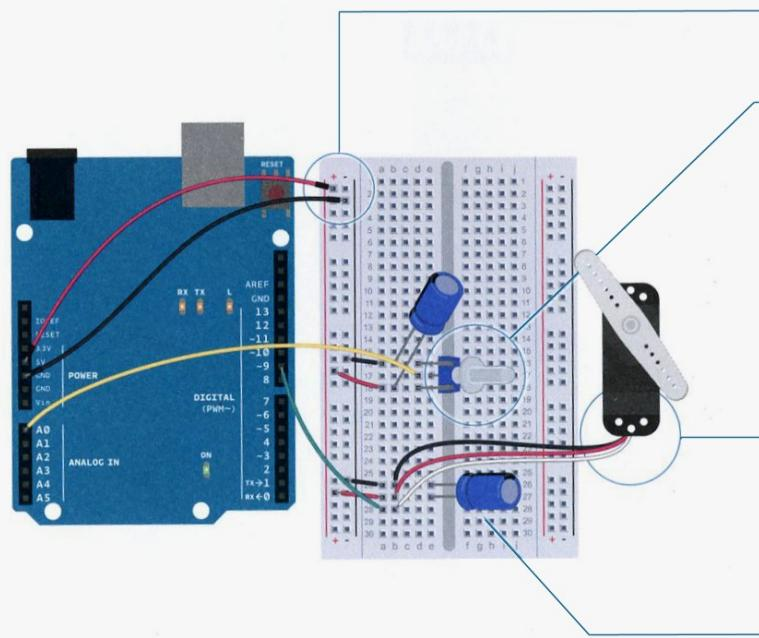

Figura 1
- 4 Cuando el servomotor empieza a moverse, consume mucha más corriente que si ya estuviese moviéndose. Esto producirá una pequeña caída de tensión en la placa. Si se coloca un condensador de 100uF entre el positivo y la masa cerca del conector del servomotor como se muestra en la figura 1, se podrá atenuar cualquier caída de tensión que se pueda producir. También se puede colocar un condensador de la misma capacidad entre los extremos del potenciómetro, entre positivo y la masa. Estos condensadores son llamados condensadores de desacoplo porque reducen, o desacoplan, los cambios causados en la línea de alimentación por los componentes del resto del circuito. Hay que tener mucho cuidado al conectar estos condensadores ya que tienen polaridad. Hay que fijarse que uno de los pins del condensador está indicado con un signo menos (-), por tanto deberá conectarse a masa y el otro pin a positivo. Si se equivoca y coloca algún condensador con la polaridad contraria podría explotar.